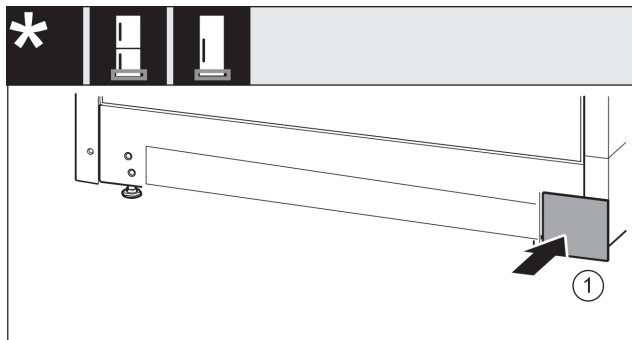

Fig. 32
- Ponovno natakните poklopac Fig. 32 (1) na drugu stranu.